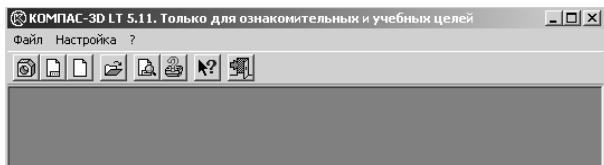

Рис. 1.1.1
2. После запуска системы на экране появится главное окно системы, в котором пока нет ни одного открытого документа, и присутствует минимальный набор командных кнопок (рис. 1.1.1).